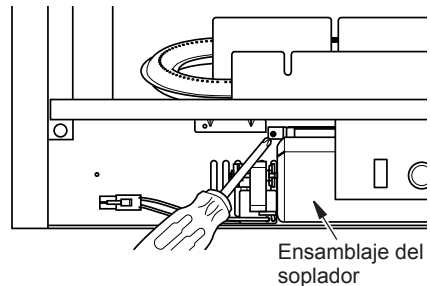

Figura 9 - Instalación del ensamblaje del soplador
4. Conecte con ventilador M4.0X8 tornillos (CC), después de instalar manualmente en las ranuras, (consulte la Figura 9).